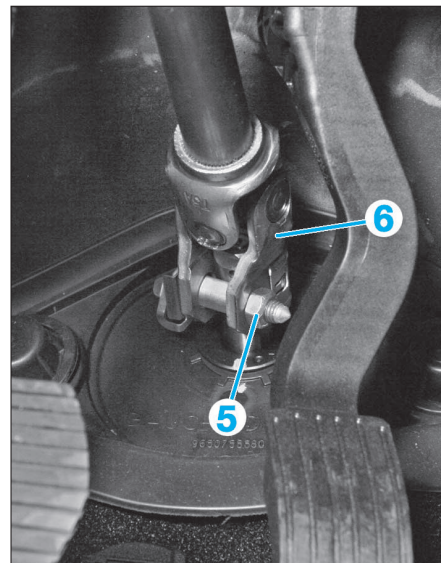

FIG. 11
- Déposer les fixations (2) puis le flasque de console (3).
- Déposer la garniture sous volant (4) en la déclipant vers le bas.
- Déposer le clip de sécurité bloquant la vis (5) (Fig.11).